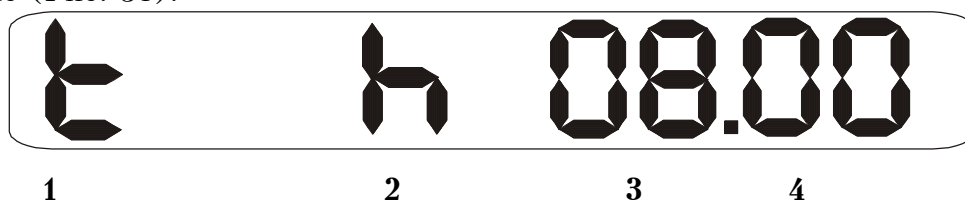

Рис. 31. Вид индикатора в режиме просмотра времени измерения:
6.3.8. Режим просмотра времени и даты измерения. Для входа в этот режим необходимо нажать кнопку “Режим” шесть раз. На индикаторе появится следующее изображение (Рис. 31):